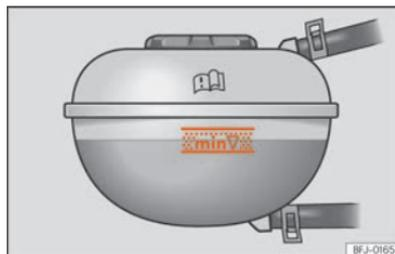

Abb. 209 Im Frontraum: Markierung am Kühlmittelausgleichsbehälter.
- Überprüfen Sie bei kaltem Motor den Kühlmittelstand an den seitlichen Markierungen des Ausgleichsbehälters >>> **(Abb. 209)**. Der Kühlmittelstand muss zwischen den Markierungen liegen.
- Der Kühlmittelstand muss sich zwischen den Markierungen des Ausgleichsbehälters befinden »» (Abb. 209). **Nicht über die Oberkante des markierten Bereichs auffüllen** »» ⚠.
- Das Kühlmittel darf beim Auffüllen die Oberkante des markierten Bereichs nicht überschreiten »» (Abb. 209). Andernfalls kann überschüssige Flüssigkeit bei steigender Temperatur aus dem Motorkühlsystem ausgestoßen werden und Schäden verursachen.